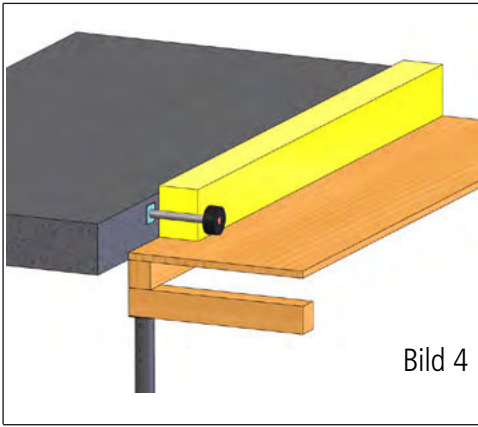

Bild 4
9. Anbringen der schallweichen Isolation zur vollständigen Trennung der beiden Bauteile. Loch ausschneiden. Einschrauben des mitgelieferten Ankerteils der elastischen Seite bis zum Anschlag, bzw bis zum Schutzschlauch. Der HBT-ISOL-Weichschaumstoff **ISOPE** mit dem allwettertauglichen Klettverschluss zum Verbinden der Meterstreifen eignet sich sehr gut als Einlage (Bild 4) in der Trennfuge. Das Einschrauben erfolgt in die GEWIFIX-Sechskantlangmutter der starren Seite (Bild 4).